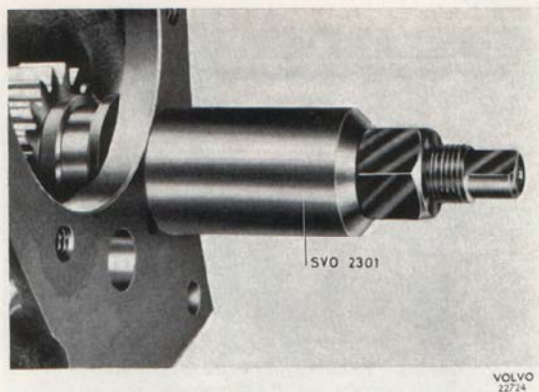

Bild 24. Demontering av backhjul.
10. Tag ut mellanhjulet. Drag ur axeln för backhjulet med avdragare SVO 2301, bild 24. Tag ut backhjulet och övriga delar.